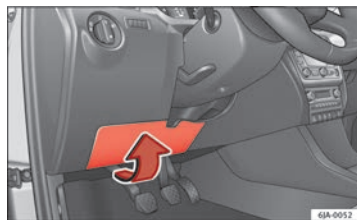

Fig. 140 Parte inferior del tablero de instrumentos: tapa de fusibles
- Inclíne con cuidado la cubierta en la dirección de la flecha y quítela → fig. 140.